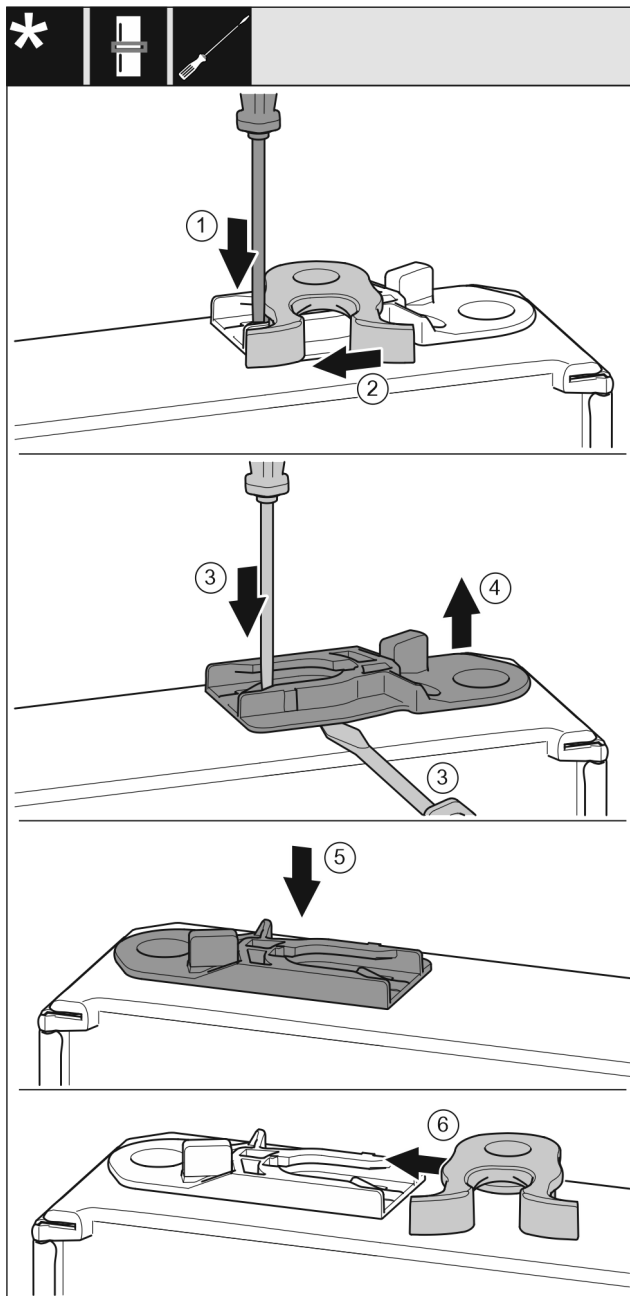

Fig. 17
- Spustelėkite antdėklą išdrožiniu atsuktuvu žemyn. Fig. 17 (1)
- Ištraukite uždarymo kablį iš kreipiklio. Fig. 17 (2)
- Ištraukite kreipiamąją įvorę: spustelėkite antdėklą išdrožiniu atsuktuvu ir tuo pačiu metu pakiškite išdrožinį atsuktuvą po kreipiamąją įvorę. Fig. 17 (3, 4)
- Komplektacijoje esančią kreipiamąją įvorę įstumkite kitoje korpuso pusėje. Fig. 17 (5)
- Įstumkite uždarymo kablį į kreipiklį. Fig. 17 (6)